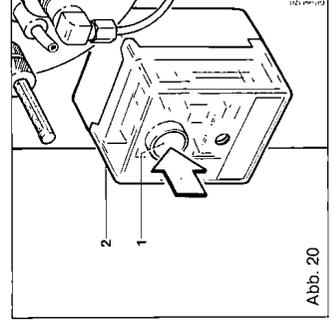

Abb. 20
- Bildet sich auf Grund einer Störung keine Flamme (z.B. Ölarmangel oder andere Ursachen), schaltet der Feuerungsautomat (2) nach ca. 10 Sek. ab. Siehe Abb. 20. Nach einer Wartezeit von ca. 45-60 Sek. kann an der Entriegelungstaste (1) des Feuerungsautomaten (2) entriegelt werden.